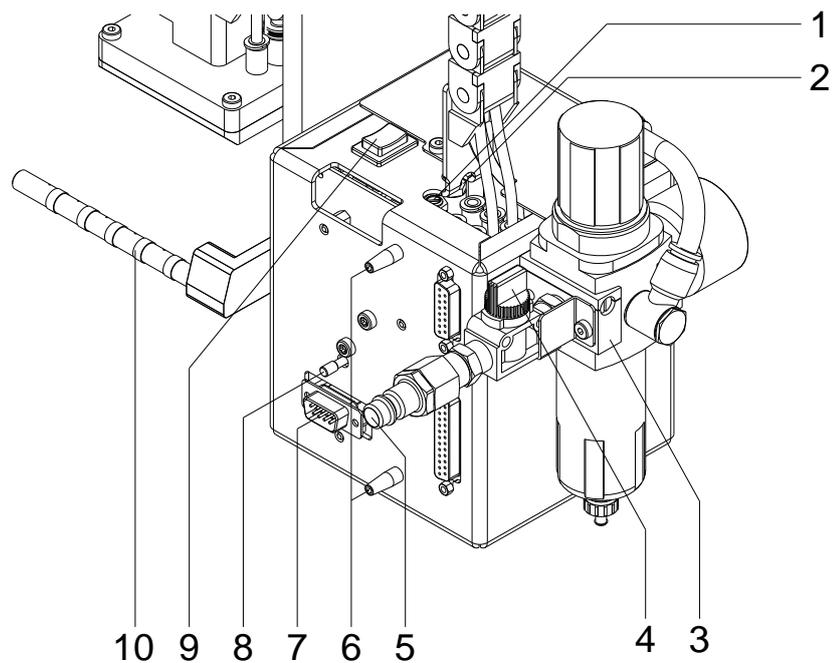

Abbildung 3
1. Applikator (2) mit den Fangstiften (6, Abbildung 3) an der Rückseite in die Bohrungen (3) des Druckers stecken.
2. Applikator gegen den Etikettendrucker drücken. Der Steckverbinder des Applikators wird dabei am Peripherieanschluss (4) des Druckers kontaktiert.
3. Applikator (2) mit Rändelschraube (1) sichern.